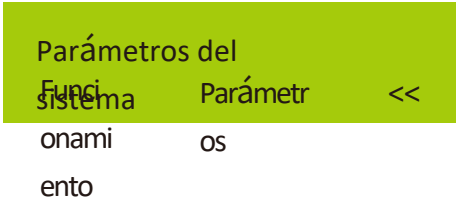

Fig. 7.24 Ajuste de parámetros
3. Pulse el botón «Enter» del panel LCD en la interfaz principal para acceder a las opciones del menú, seleccione [ajuste de parámetros] para entrar en el submenú de configuración y, a continuación, seleccione [parámetros de funcionamiento], tal y como se muestra en la imagen 7.24. En este momento, introduzca la contraseña predeterminada 1234 pulsando los botones [arriba, abajo, Enter] para acceder a la interfaz de configuración de los parámetros de funcionamiento, tal y como se muestra en la imagen 7.25.